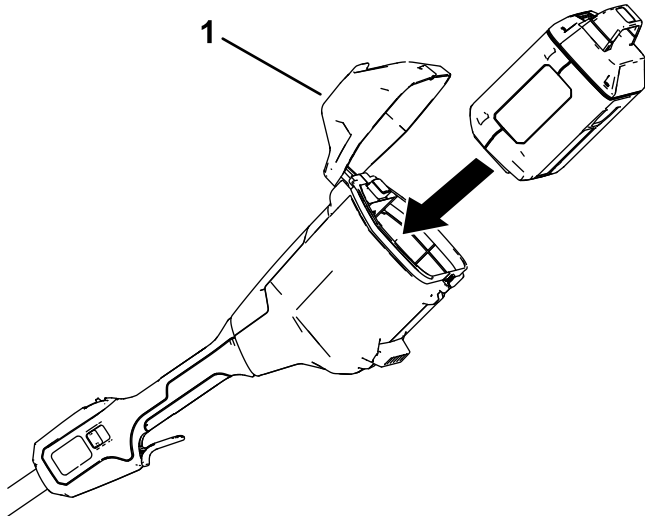

Rysunek 7
1. Upewnij się, że otwory wentylacyjne w tylnej części maszyny nie są zasłonięte śniegiem lub lodem (Rysunek 7).